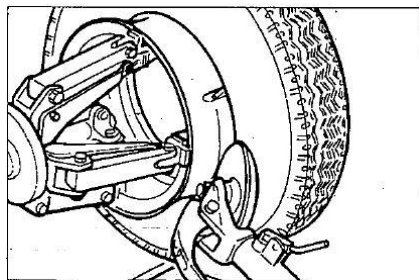

Fig.7.18
- 8) Drej spindlen og bring samtidigt vulstbryderen op mod dækket, medens den følger konturen af split-ringen, indtil den anden vulst er brudt (See Fig.7.18). Fortsæt med at bringe vulstbryderen fremad, indtil omkring halvdelen af dækket er demonteret.